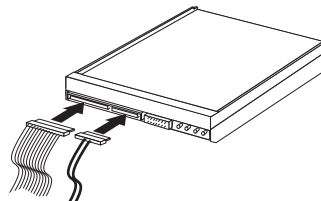

Рисунок 11. Подсоединение пятижильного разъема питания к дисководу
3. Найдите свободный пятижильный разъем питания и подключите его к дисководу. Смотрите раздел рис. 11.